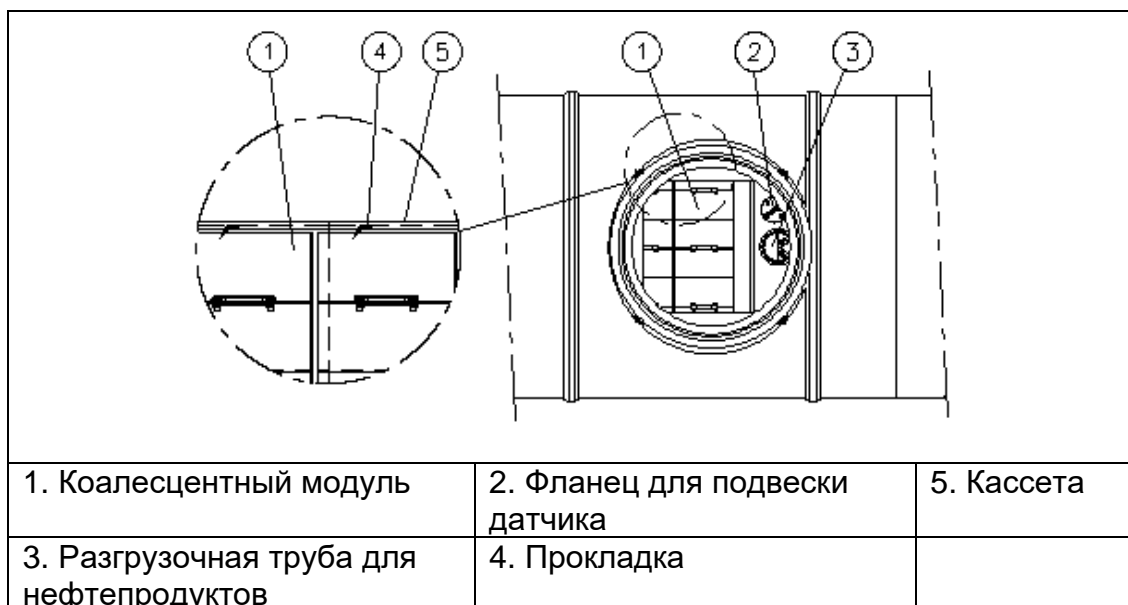

Рис. 8. Обслуживание отделителя.
2. Откачайте отделившиеся нефтепродукты через разгрузочную трубу отделителя (см. рис. 8) и поднимите коалесцентные модули из отделителя.